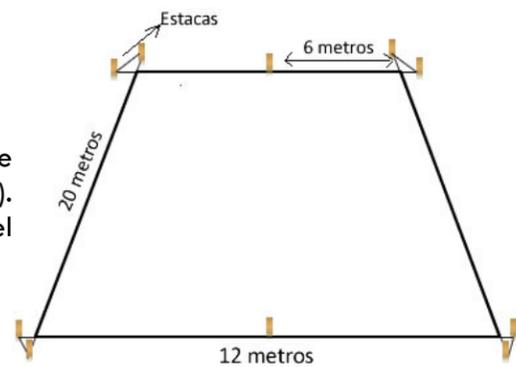

Figura 2
1.6.2 Colocación de estacas: colocar dos estacas en cada una de las esquinas, 20 centímetros fuera del trazo inicial (ver figura 2). Poner pita en cada una de las estacas para formar el rectángulo del invernadero.